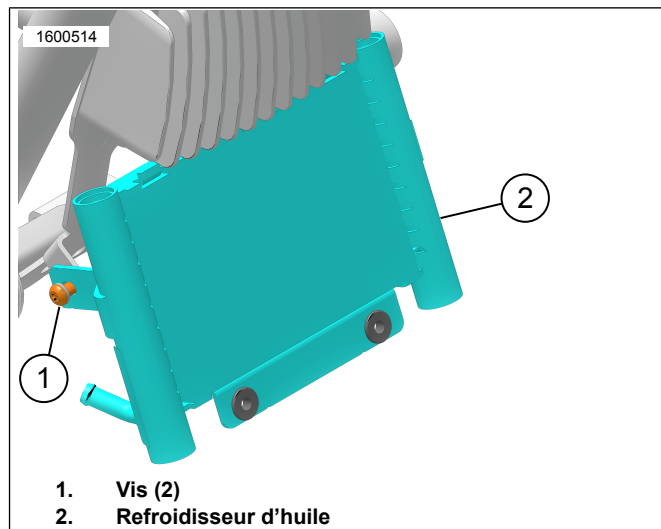

Figure 2. Vis du refroidisseur d'huile
2. Voir la Figure 2. Retirer les vis (1).
- a. Voir la Figure 2. Installez et serrez le cis (1).